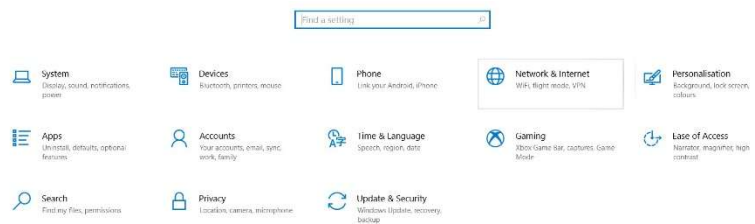

Fig. 6
3. Scegliere Rete e Internet (Fig.6).